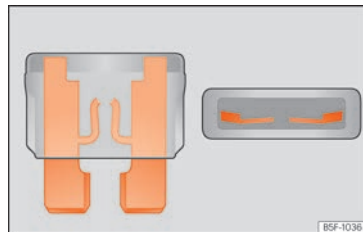

Fig. 47 Representació d'un fusible fos.
- Reconeixereu un fusible fos si la tira de metall està fosa »» fig. 47.